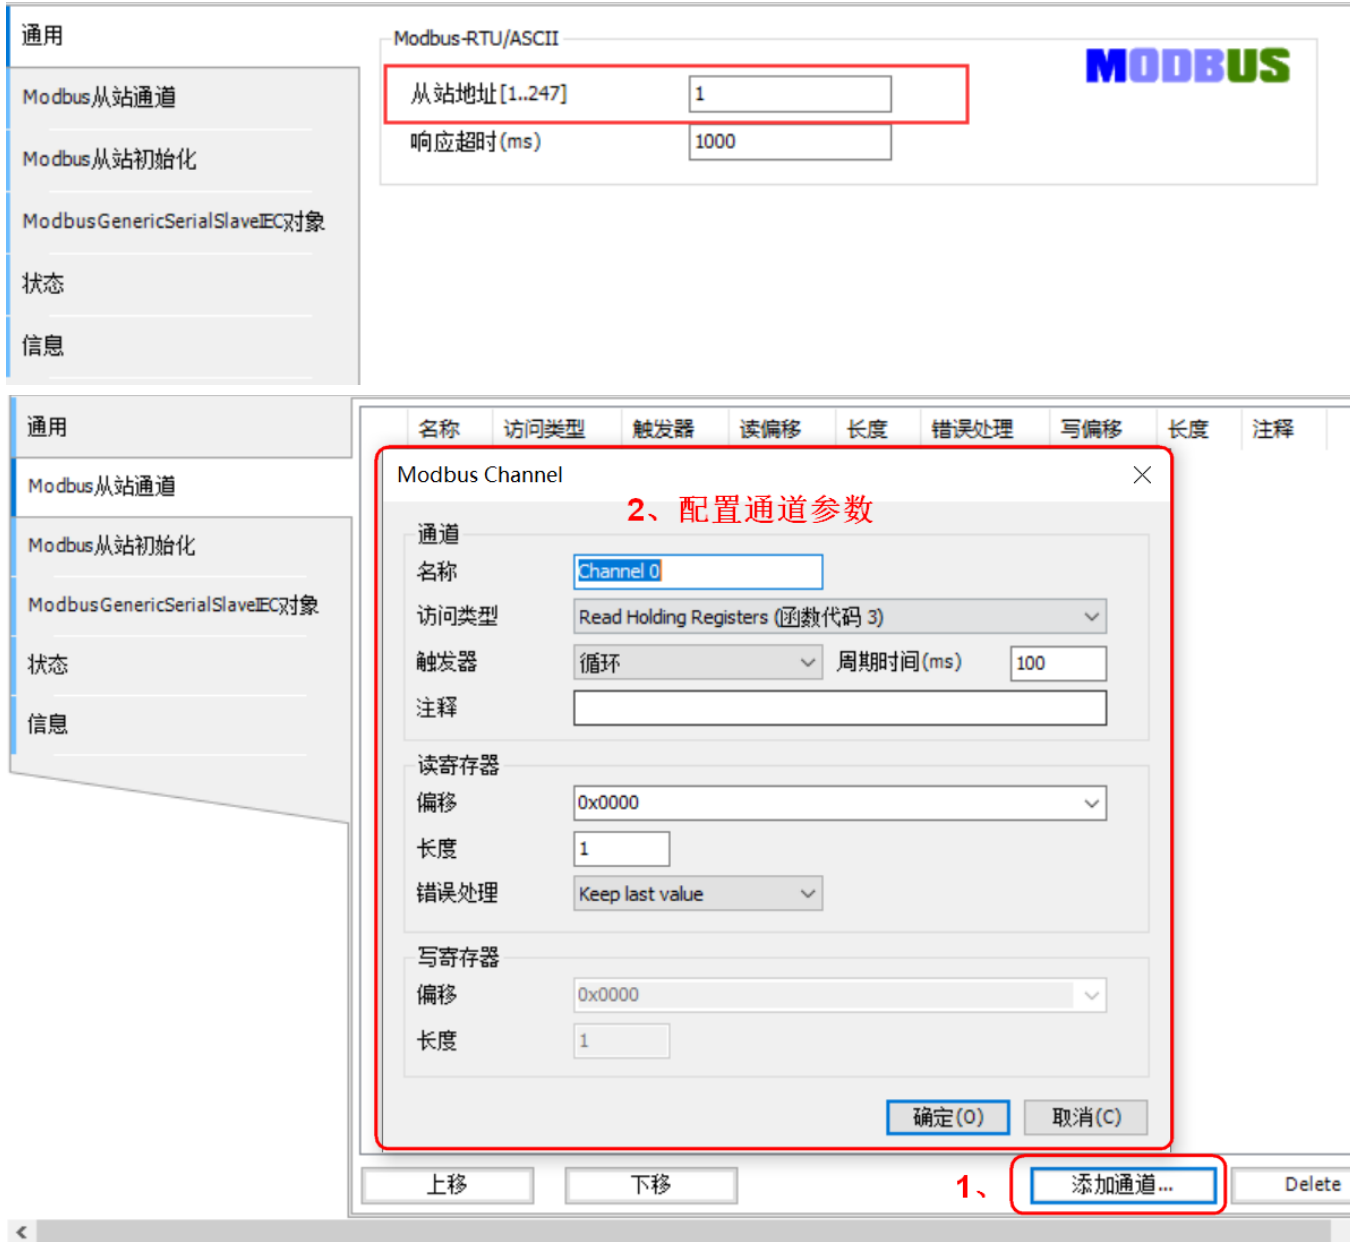

图 9 参数配置 2
- 7) 配置参数 2，双击编程界面左侧“EC400_MSLAVE（Modbus Slave）”项，进入“通用”配置界面，“从站地址”配置成“1”，如图 9，在“Modbus 从站通道”界面，添加通道 Channel 0，配置参数为：读取寄存器 0 的数据。